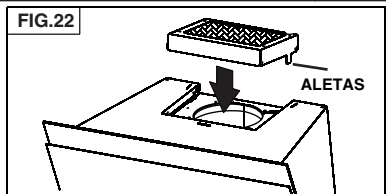

FIG.22
10. Instalar la rejilla. Alinear las aletas de la rejilla con las ranuras en la parte inferior de la campana. Fig.22.